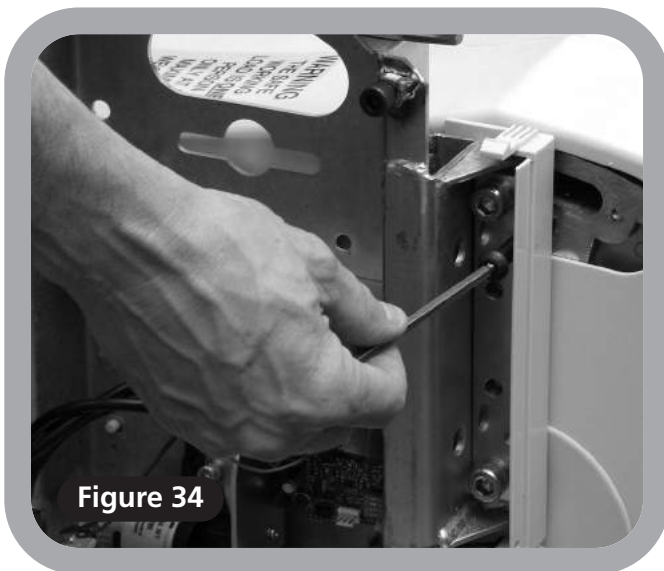

Figure 34
- 5 Posez le boulon de sécurité (**Figure 34**). Ne le serrez pas trop, il doit être suffisamment lâche pour laisser passer le carter arrière.